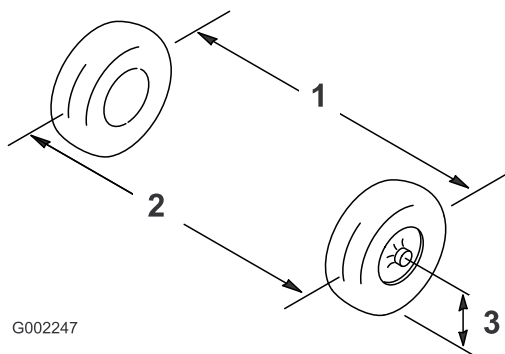

Figure 89
2. Mesurez la distance entre les roues avant à hauteur d'essieu, à l'avant et à l'arrière des roues (Figure 89).